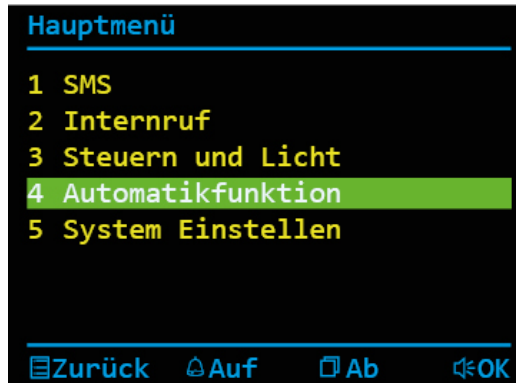

Abb. 32: Hauptmenü mit Menüpunkt Automatikfunktion
- ▶ Drücken Sie die Bildtaste  oder die Ruf AUS-Taste  und wählen Sie eine Automatikfunktion aus (Abb. 32).